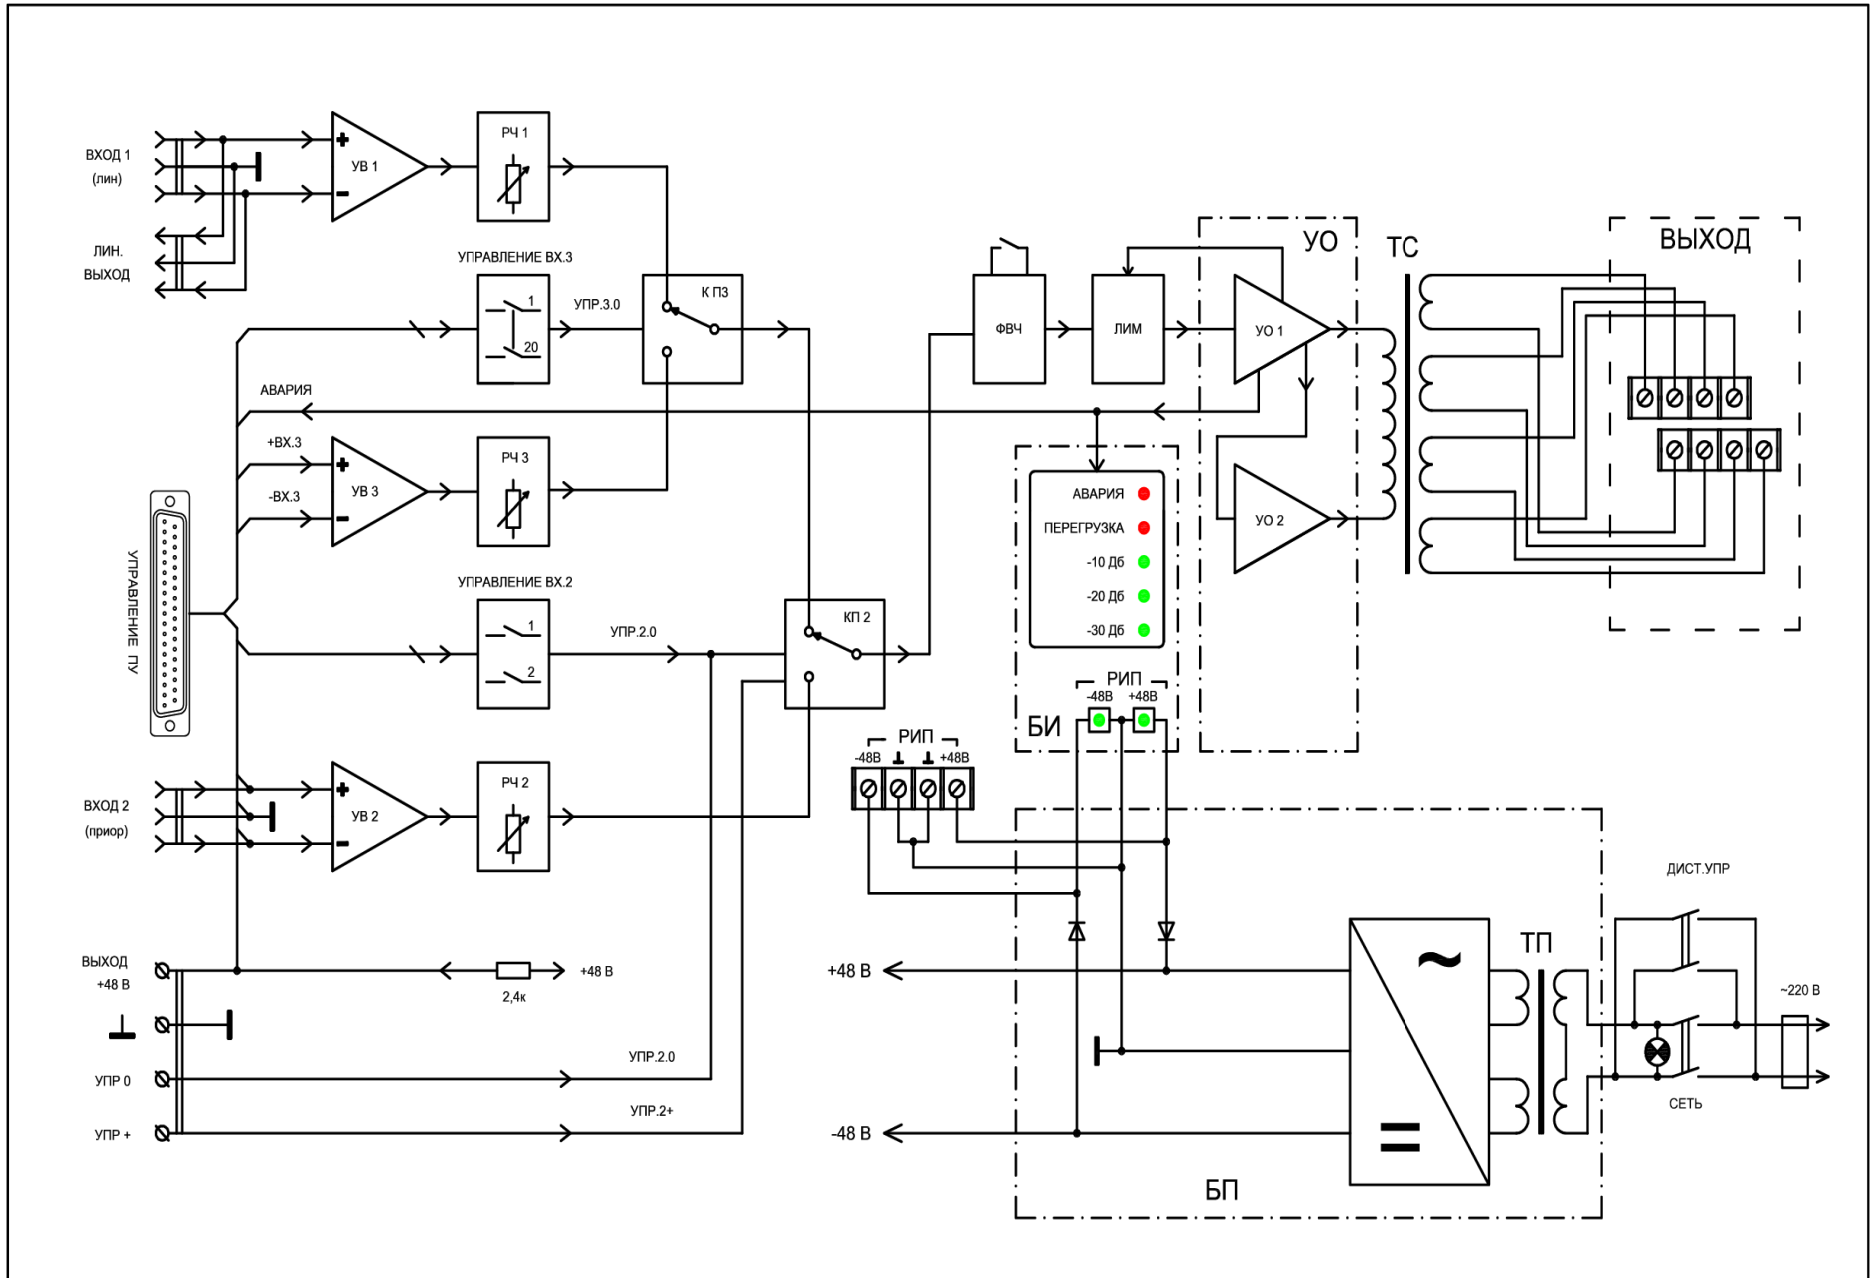

Рис.1 Структурная схема усилителя МЕТА 9152
9.1. Структурная схема УМ приведена на рис. 1.